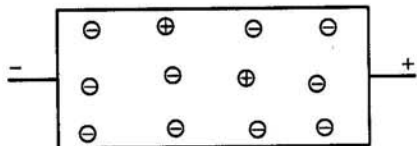

Рис. 4.2. Направления движения электронов и дырок в полупроводнике с донорной примесью
- 4.12. На рис. 4.2. покажите направления движения электронов и дырок в полупроводнике с донорной примесью.